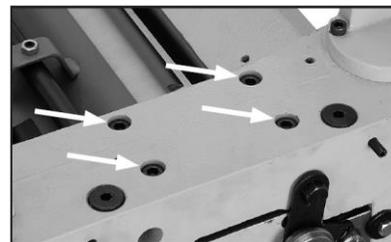

Рис. 25 Расположение крепежных винтов коробки скоростей
19. Снимите четыре крепежных винта в верхней части коробки скоростей, как показано на Рис. 25.